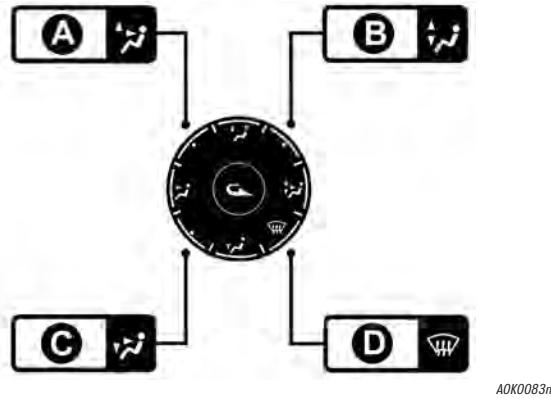

fig. 38a
- gire el selector E a  con posibilidad de pasar a la posición  (B-fig. 38a) si no observa indicios de empañamiento;